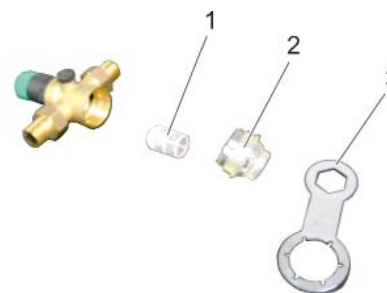

Рис. 20: Техническое обслуживание редуктора
- С помощью ключа из комплекта поставки (рис. 20, поз. 3) открутите чашу (рис. 20, поз. 2).
- Извлеките сетчатый фильтр (рис. 20, поз. 1), очистите его. Затем вставьте его обратно; при слишком сильном загрязнении замените сетчатый фильтр.